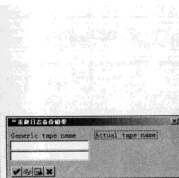

图 13-33 “重做日志备份磁带”对话框
STEP 3 填入所需要的任务“开始时间”、任务使用的频率以及要选择什么任务（本例中选择“Redo log backup”任务），然后单击“”按钮，弹出“重做日志备份磁带”对话框，如图 13-33 所示。